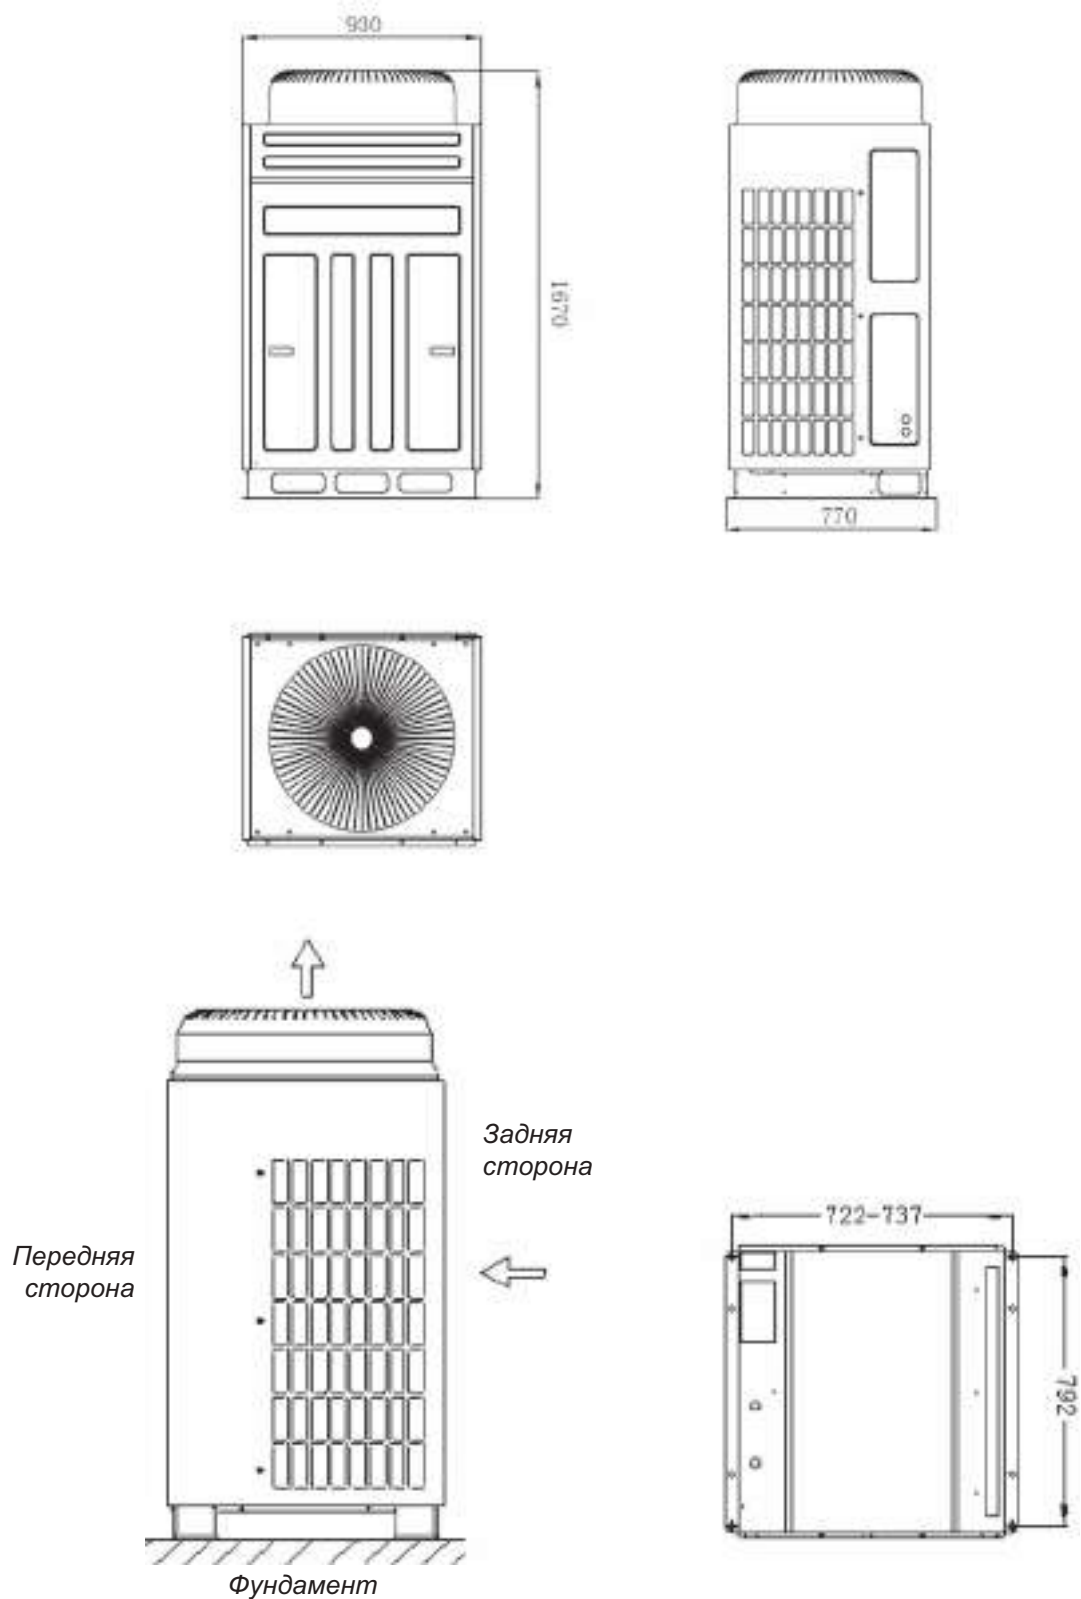

Рис. 9.1
9.1.1 Габаритные и установочные размеры наружных блоков моделей GMV-Pdm224W/NaB-M и GMV-Pdm280W/NaB-M (рис. 9.1).